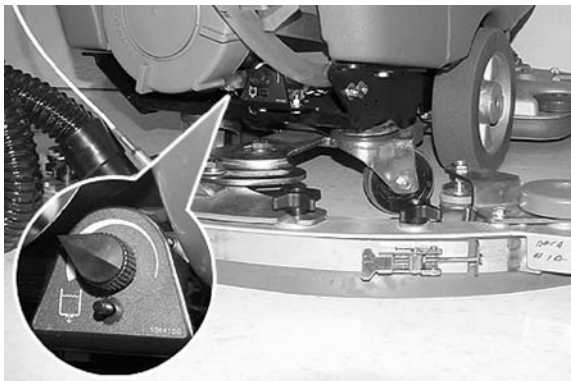

FIG. 20
7. Pour le broissage conventionnel, tournez le bouton de commande du débit de solution pour obtenir le débit de solution souhaité (Figure 20).